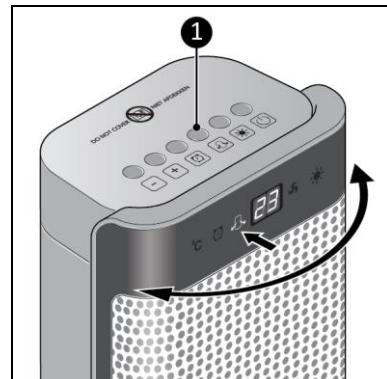

Abbildung 9
1. Drücken Sie die Taste Oszillation am Gerät (Abbildung 9, Pos. 1) oder auf der Fernbedienung. Die Leuchtanzeige Oszillation leuchtet auf. Das Gerät dreht sich in einem Winkel von 90° von links nach rechts.